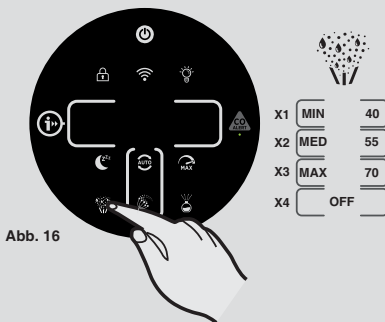

Abb. 16
**Befeuchterfunktion: [Abb. 16]**